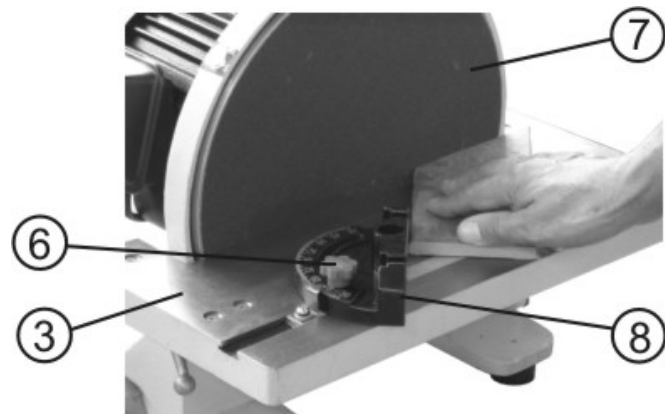

Рис. 4
10.3. Шлифование торцов с заданным углом (Рис.4)